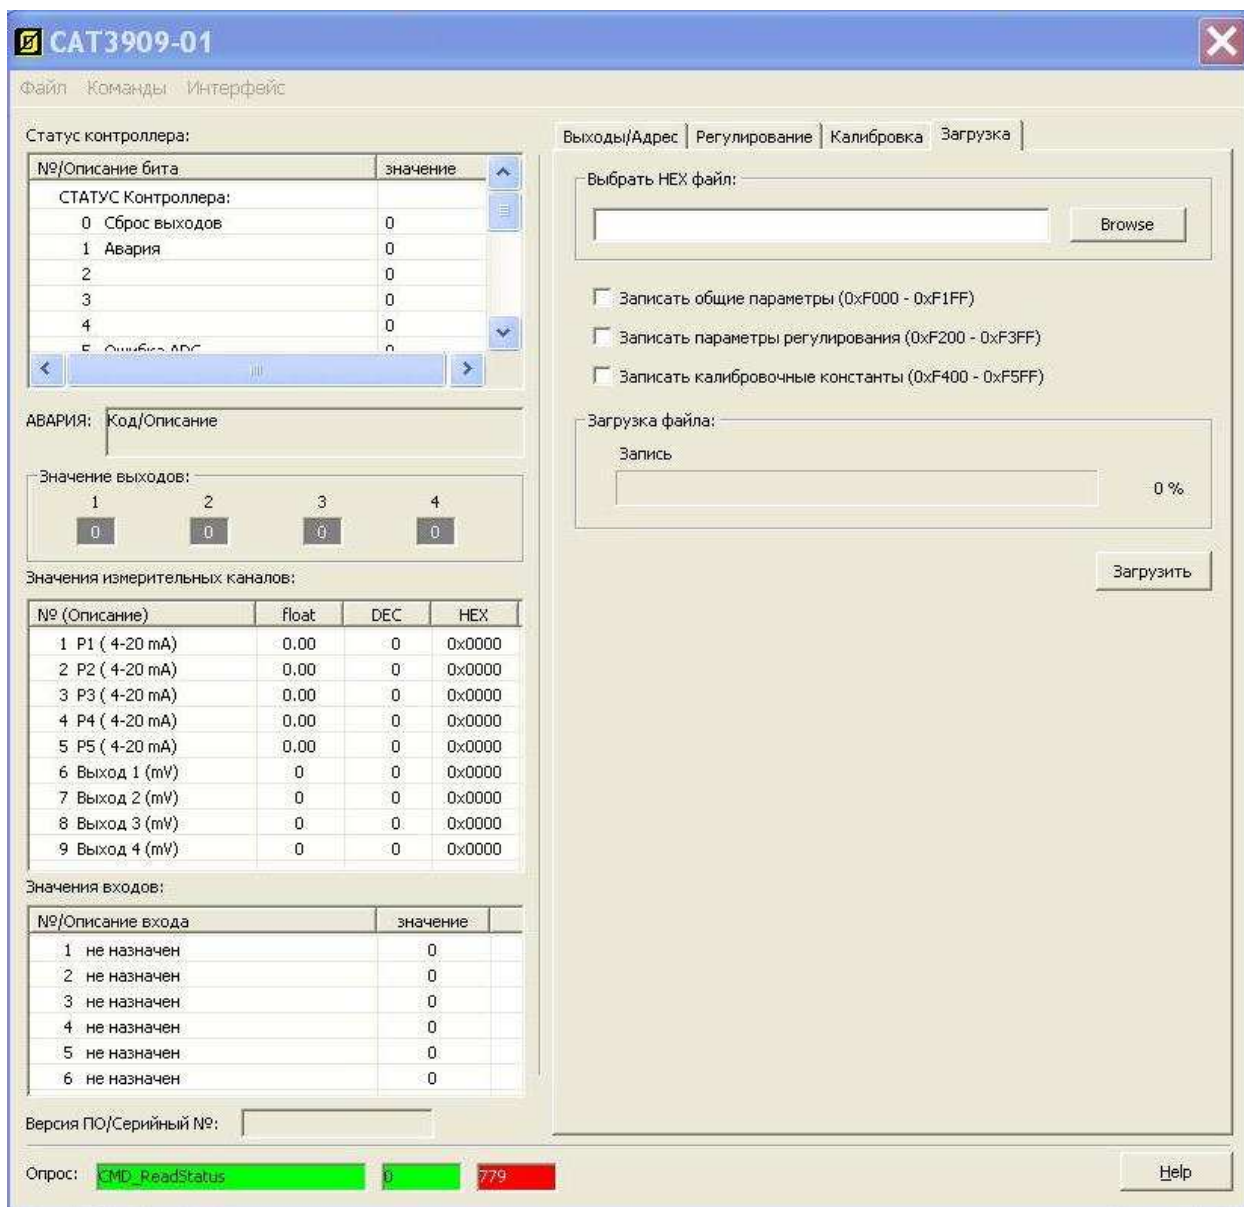

Рисунок 11
Подготовить ПЭВМ к работе и загрузить программу «**CAT Tools**». Выполнить поиск CAT3909-01. Перейти на вкладку **Загрузка** (рисунок 11) и в строке **Выбрать HEX файл** указать местонахождение нового загрузочного файла.
- 4) Кратковременно замкнуть накоротко выводы X1.1 и X1.2 (датчик б) канала дискретных входов. Проверить отображение состояния канала ID1 в таблице **Значение входов** в левой части экрана, в первой строке № 1 (рисунок 11). Значение канала должно поменяться с **0/1** на **1/0**.
- 6) Для проверки высоковольтных каналов необходимо подать переменное напряжение 220 В на контакты X9.1 и X9.2. Проверить отображение состояния канала ID3 в таблице **Значение входов** в левой части экрана, в строке № 3 (рисунок 11). Значение канала должно поменяться с **0/1** на **1/0**.